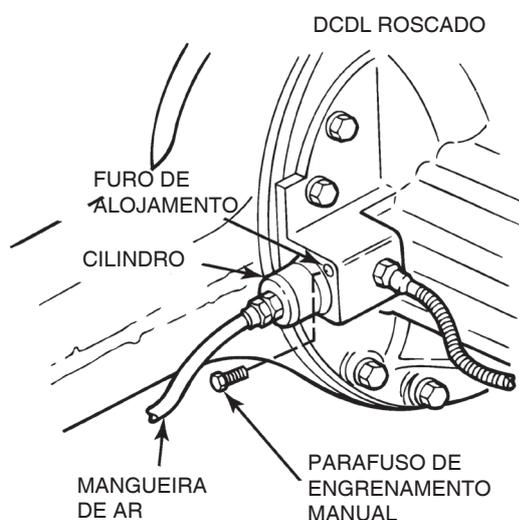

Figura 11.2
10. Desconecte a mangueira de ar do cilindro de acionamento do mecanismo de bloqueio. Figura 11.2.
11. Remova o parafuso de engrenamento manual do seu furo de alojamento. O furo de alojamento dos mecanismos fixados por rosca está localizado na caixa do mecanismo na caixa do diferencial, próximo ao cilindro. Figura 11.2.
9. Instale o parafuso de engrenamento manual no seu furo de alojamento. O furo de alojamento dos conjuntos de mecanismo de acionamento fixado por rosca está localizado na caixa do mecanismo na caixa do diferencial próximo ao cilindro. Aperte o parafuso com 20-35 N.m (15-25 lb-ft). Figura 11.2.